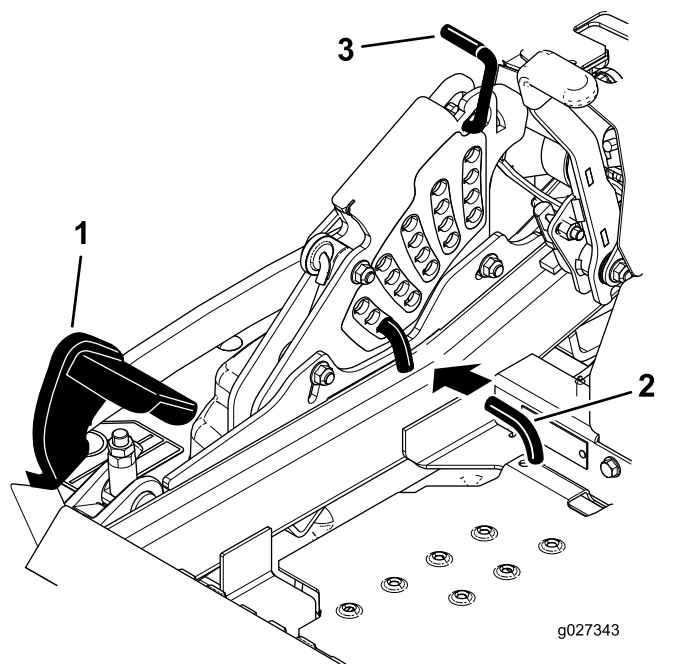

Figure 23
2. Appuyez sur la pédale de relevage du tablier avec le pied et relevez le tablier en position de transport (qui est aussi la position de hauteur de coupe de 14 cm [5½ po]), comme montré à la Figure 23.
3. Pour changer de hauteur de coupe, tournez la goupille de 90 degrés retirez-la du support de hauteur de coupe (Figure 23).
4. Placez la goupille dans le trou du support correspondant à la hauteur de coupe voulue (Figure 23).